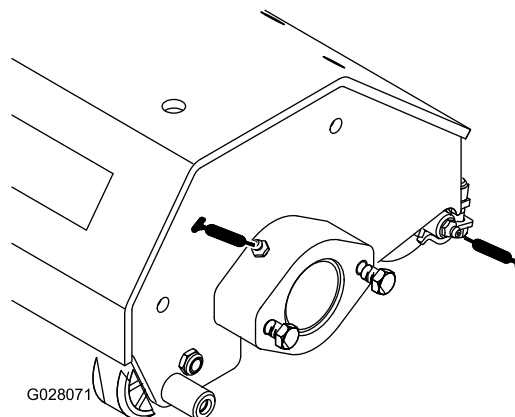

Figura 11
2. Applicare il grasso ai cuscinetti dell'albero dell'arieggiatore e ai cuscinetti del rullo posteriore (Figura 11) fino a percepire la pressione.